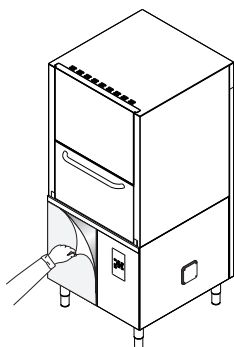

Figure 8 Retrait de la pellicule
- Retirer lentement le film de protection des panneaux extérieurs sans les arracher pour éviter d'y laisser des résidus de colle. (Figure 8).